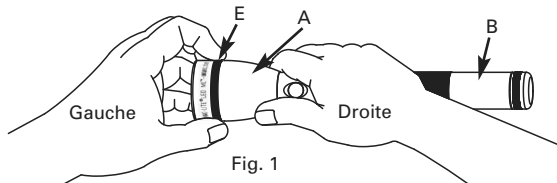
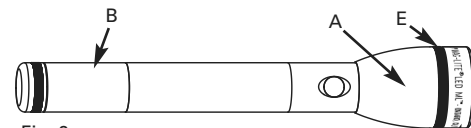

Fig. 1
Fig. 2
Dévissez le capuchon (fig. 1) et insérez la batterie (Fig. 2) dans le canon. L'extrémité positive (+) —c'est l'extrémité avec un bouton—entre dans le canon en premier. Maintenant, vissez le capuchon et assurez-vous qu'il soit bien fixé.
- Tout d'abord, desserrez la collerette de la lampe (A) en tenant le corps de la lampe (B) dans votre main droite et la tête dans votre main gauche, et en posant le pouce et l'index de votre main droite sur la base de la collerette (A), comme sur la Fig. 1 :